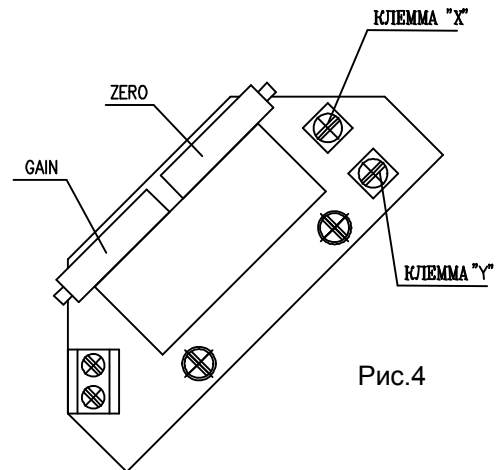

Рис.4
3.4.1 EPV - 2-проводниковое включение (рис.4)
- Установите датчик сопротивления на основании инструкций в предыдущей главе так, что величину сопротивления измеряйте на клеммах X-Y (рис.4). (употреблен датчик с сопротивлением 100Ω)
- Поворачиванием устанавливающего триммера ZERO (рис.4) установите величину выходного сигнала тока, измеряемого на клеммах 81-82, на величину 4 мА.
- Поворачиванием устанавливающего триммера GAIN (рис.4) установите величину выходного сигнала тока, измеряемого на клеммах 81-82, на величину 20 мА.